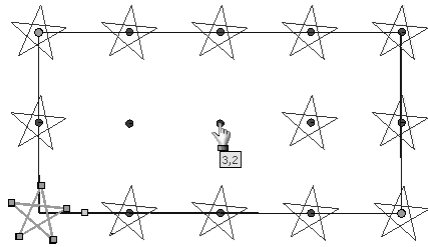

图 2-80 选择希望不在阵列中出现的对象
- “可跳过的实例” 卷展栏：选中此卷展栏中的列表框后，可在阵列中单击不想包括在阵列中的实例，如图 2-80 所示。